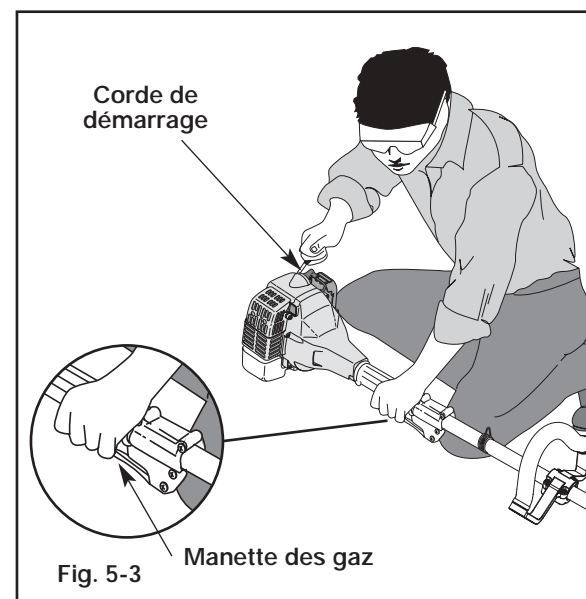

Fig. 5-3
5. Levez-vous en position de démarrage (Fig. 5-3) et appuyez sur la manette des gaz. Tirez sèchement sur le cordon de démarrage jusqu'à 5 fois.